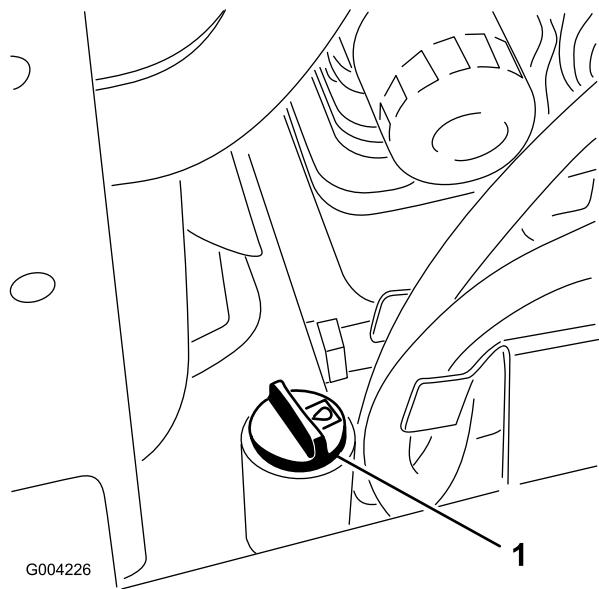

Figura 17
- Limpie la zona alrededor del cuello de llenado del depósito de aceite hidráulico (Figura 17).